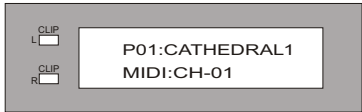

Fig 2.11:Selección del canal MIDI
(1)Pulsando “BYPASS” y “STORE” simultáneamente, entrará en el estado edición MIDI, la pantalla muestra “MIDI:CH-” (Fig. 2.11) gire el mando para elegir “OFF, 1-16”. Cuando pulse “BYPASS” otra vez, la segunda línea del LCD mostrará “Programx”. Entonces gire la rueda para elegir “0-3” y pulse las tecla “PROGRAM” , entonces la comunicación MIDI estará lista, cuando pulse “BYPASS” otra vez, saldrá del modo MIDI.